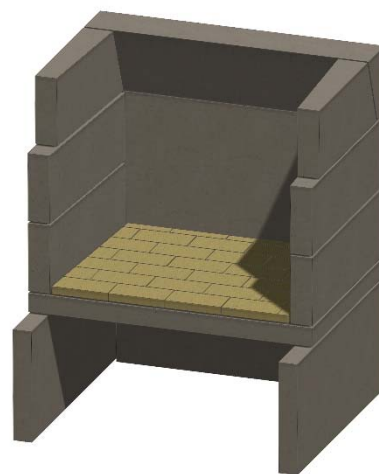

Figura 17. Ladrillo refractario para el suelo
I. Revestir el hogar, utilizando ladrillos refractarios partidos y juntas de mortero de 1/4 pulgada. Instale primero el ladrillo refractario en el suelo, con 1/4 pulgada de Stone Age Multi-Purpose Ready-Mix u otro mortero de alta temperatura. Véase la figura 17.